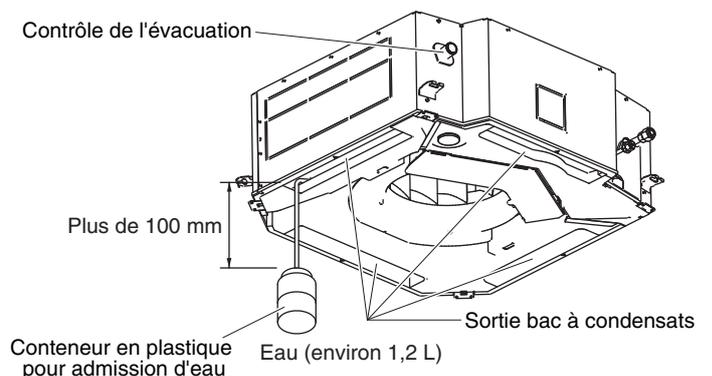

Fig. 3-43
- (1) Branchez l'alimentation sur le bornier (bornes R, S) à l'intérieur du boîtier électrique.
- (2) Versez lentement environ 1,2 L d'eau dans le bac à condensats pour contrôler l'écoulement. (Fig. 3-43)
- (3) Court-circuitez la broche (CHK) de la carte de commande de l'unité intérieure et faites fonctionner la pompe de relevage. Contrôlez l'écoulement d'eau à travers le tube d'évacuation des condensats transparent et vérifiez l'absence de fuite.
- (4) Une fois le contrôle de l'évacuation terminé, ouvrez la broche (CHK) et remplacez le capuchon du tube.